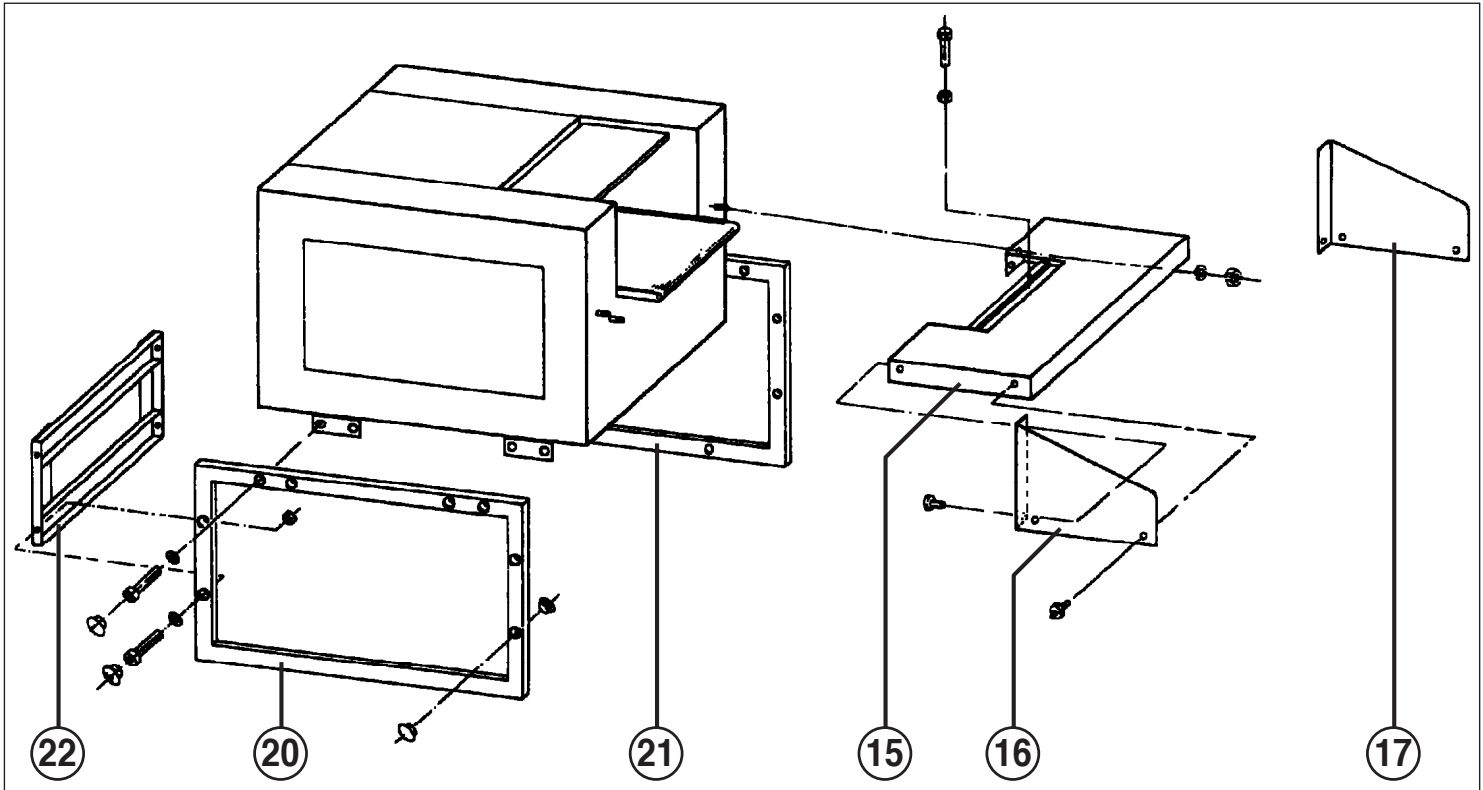

Fig. 1
- 15 = Table (fig. 1)
- 16 = Equerre de protection, gauche (fig. 1)
- 17 = Equerre de protection, droite (fig. 1)
- 20 = Cadre, gauche (fig. 1)
- 21 = Cadre, droit (fig. 1)
- 22 = Profilé intermédiaire (fig. 1)
MONTAGE DU PIÈTEMENT (Fig. 1 et 2):
MONTAGE DE LA TABLE (15) (Fig. 1):
4. Faire passer le câble de la barre d'arrêt d'urgence (14) dans le passe-câble situé vers l'avant dans la paroi gauche du coffret, ainsi que vers le bas, dans le passe-câble à vis de la boîte électrique, et dans cette boîte électrique brancher le câble bleu à la borne 20 et le câble brun à la borne 19.
EQUERRES DE PROTECTION (Fig. 1):